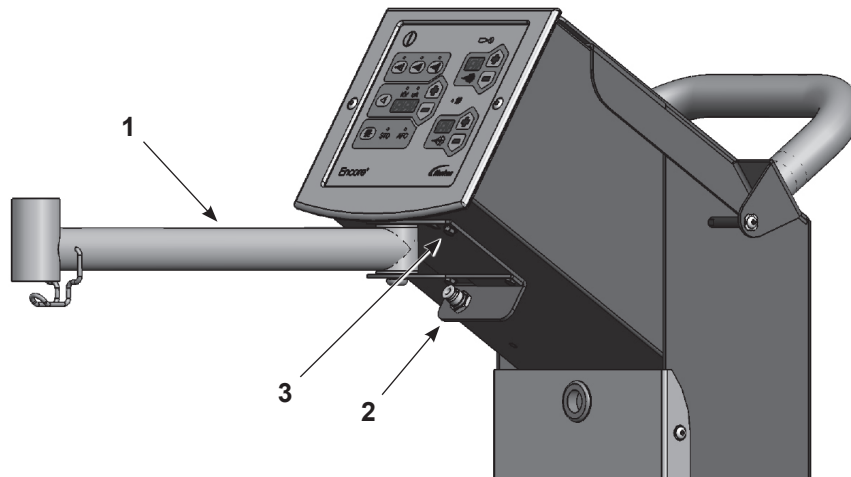

Figure 3-5 Montage du bras de prélèvement
2. Voir la Figure 3-5. Monter le bras de prélèvement comme illustré à l'aide de quatre vis M5 x 10 à rondelle intégrée (3).